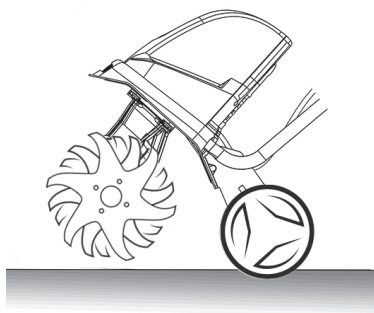

Рис. 9
- Крепко держите культиватор обеими руками, вставьте сошник в землю, наклоните культиватор на себя и включите двигатель без нагрузки (Рис. 9).